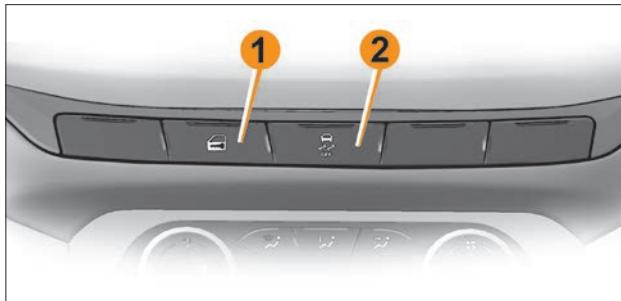

Рис. 3. Блок выключателей на панели приборов
Для блокировки замков дверей и включения режима охраны нажмите кнопку блокировки  на пульте. При этом произойдет блокировка замков дверей и включение режима охраны, что подтверждается **загоранием на некоторое время индикатора на кнопке 1** (см. рис. 3) и **двукратным световым сигналом** **указателей поворота**.
– Центральная блокировка замков дверей. Для блокировки замков всех дверей из салона нажмите кнопку  на панели приборов, индикатор на кнопке 1 (рис. 3) загорится на некоторое время, затем погаснет. Если при нажатии кнопки  капот, багажник или одна из дверей были открыты, то двери обратно разблокируются. Закройте двери, капот, багажник, нажмите кнопку блокировки , все двери заблокируются.
При заведенном двигателе нажмите кнопку центрального замка  на панели приборов 1 (рис. 3) и удерживайте ее в течение пяти секунд. Сразу после нажатия кнопки загорится светодиод, двери заблокируются. Заглушите двигатель. Функция активирована.
При заведенном двигателе нажмите кнопку центрального замка  на панели приборов 1 (рис. 3) и удерживайте ее в течение пяти секунд. Функция отключена.